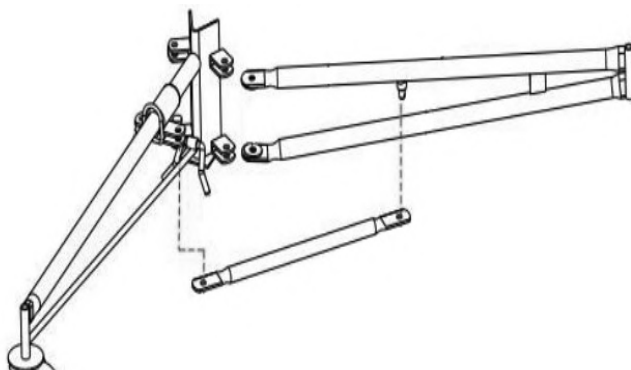

Bild 11
- Fäst basanslutningarna på basbenet och okringen med hjälp av brickor Ø12, saxsprint Ø2,5x25 och bultar enligt fig. 11.